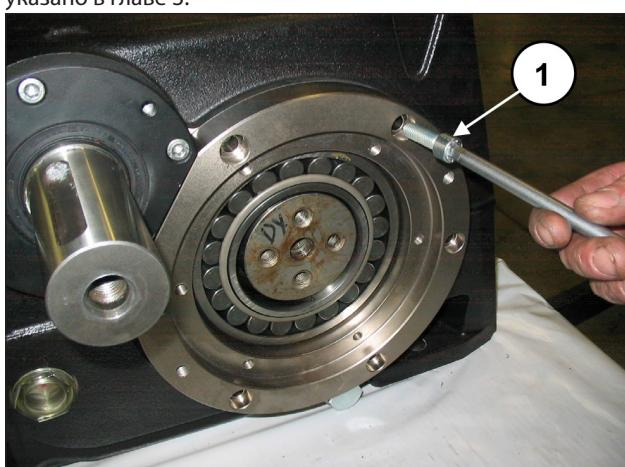

Рис. 74
Прикрутите крышки-держатели подшипников 6+6 винтами M10x30 (поз. ①, Рис. 74).